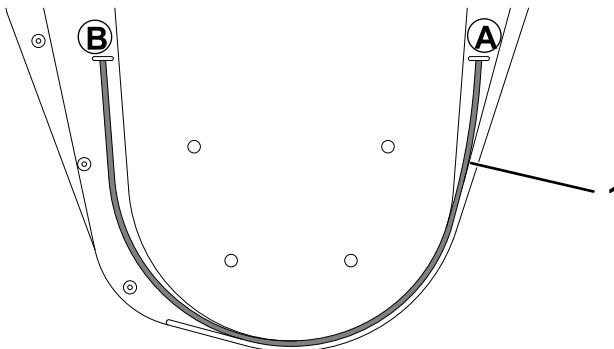

Figure 24
2. Coupez le fil de recharge à une longueur de 55 cm (2½ po) ou utilisez le guide de longueur (Figure 24) comme suit :